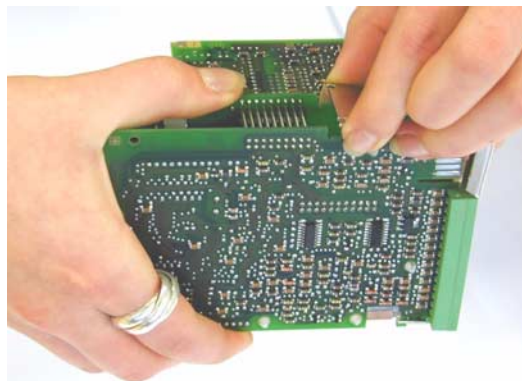

Fig. 6-3 Délier la bride de fixation
3. Pour rendre plus simple le montage, délier la bride de fixation de la face arrière de l'arrêtage des cartes imprimées (Fig. 6-3).